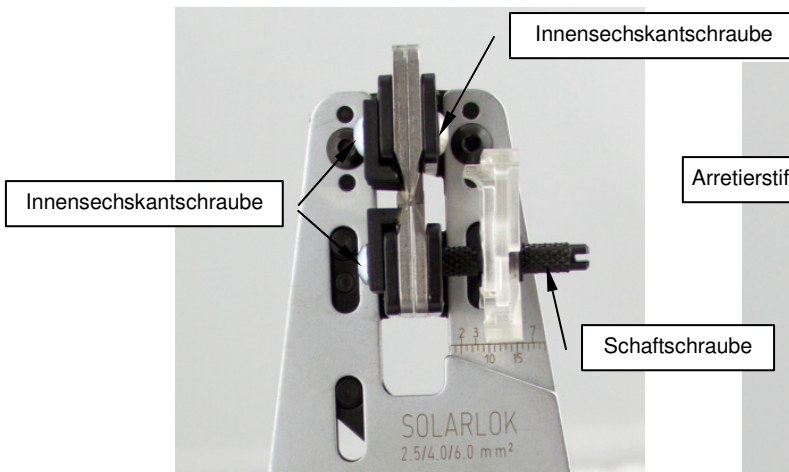

Abbildung 5
1. Innensechskantschrauben lösen (siehe Abbildung 5).
2. Schaftschraube lösen (siehe Abbildung 5).